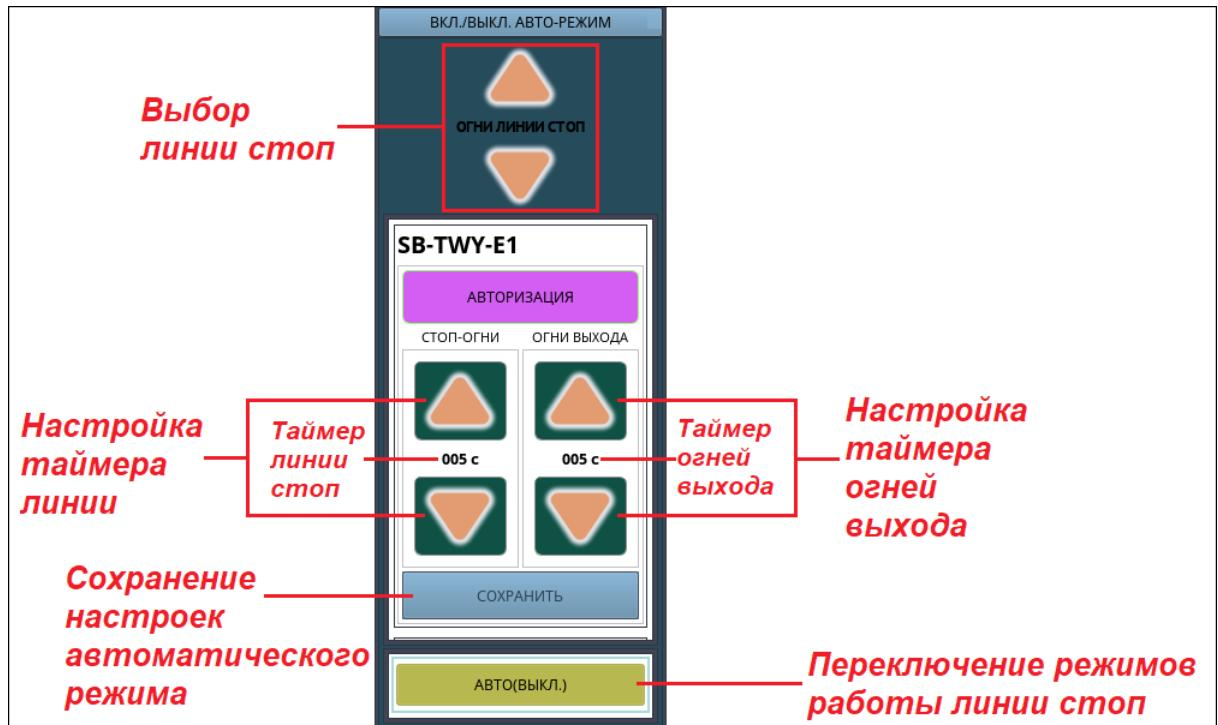

Рисунок 37
- настроить таймеры автоматического режима: кнопками настроек *СТОП-ОГНИ* и *ОГНИ ВЫХОДА*, см. рис. 37.